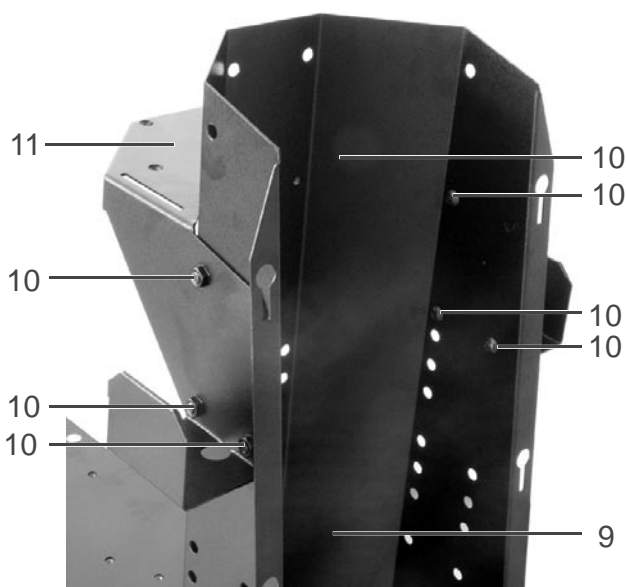

Рис. 3/7
- Лист настройки высоты (11) прикрутить винтами с внутренним шестигранником М8х10 (10) к листу держателя баллонов (9). (см. также рис. 3/1).